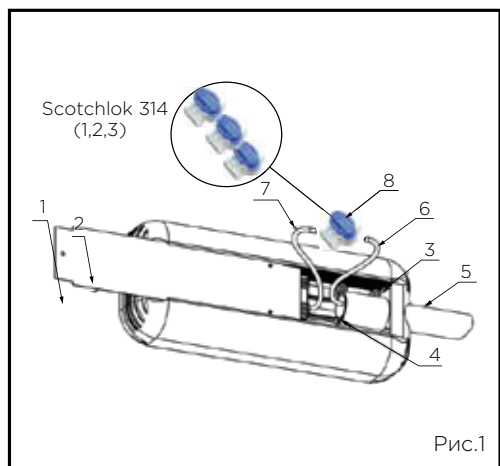

Рис.1
Для монтажа и подключения светильника «ДКУ» к электрической сети необходимо (рис. 1):
- Закрепить ДКУ\_кронштейн\_01 (рис.1) на опору, столб, верхнее основание, стены и т.д. Для этого: